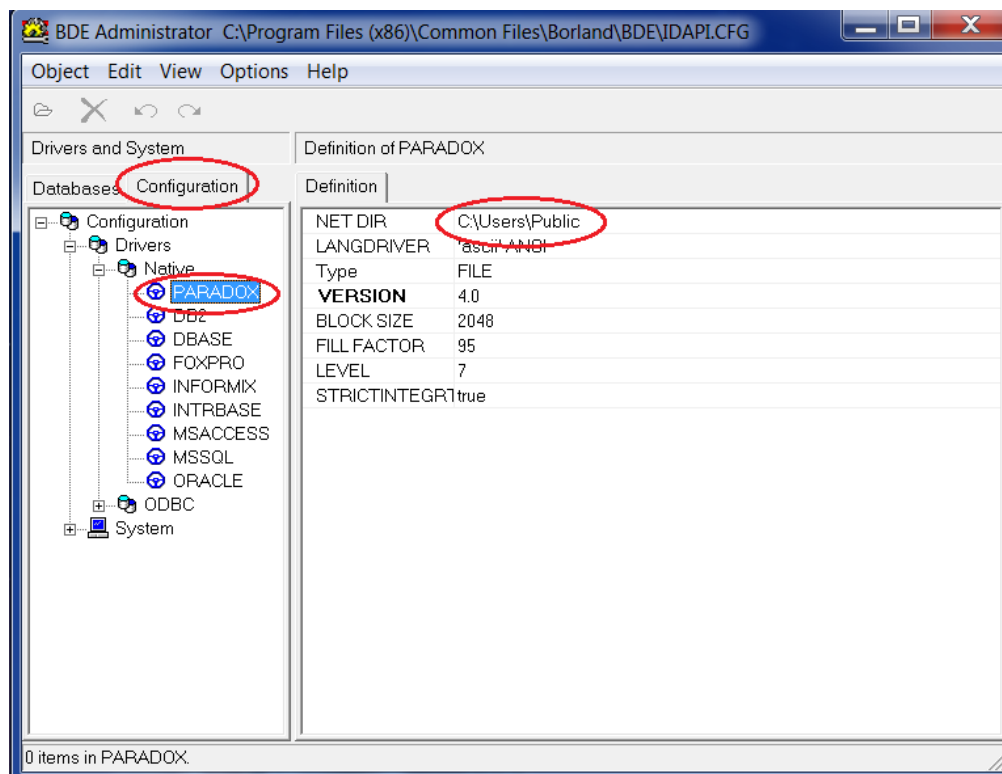

Рисунок A14.
6.2 Изменить значение пункта «Configuration-Drivers-Native-PARADOX-NET DIR» на «C:/Users/Public » (см. рисунок A14).